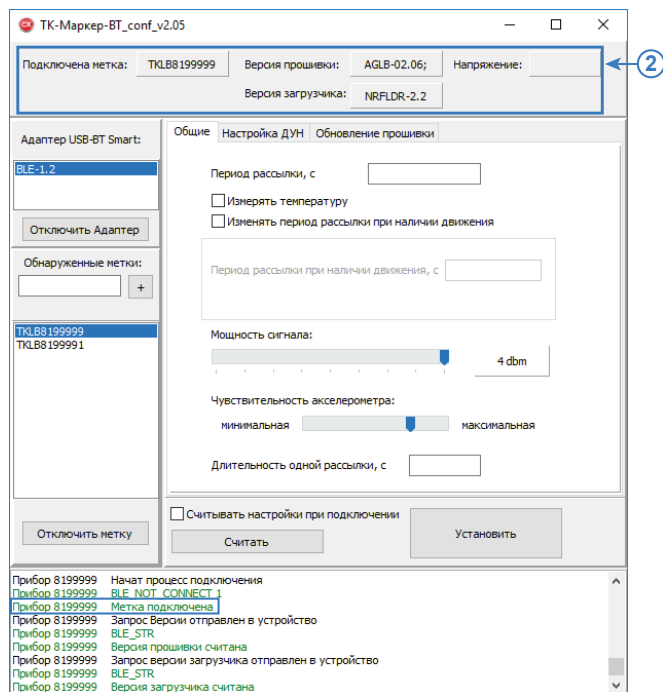

Рис.5. Подключена метка.
- после выполнения подключения в окне состояния появится сообщение «Метка подключена» (Рис.5, п.1), а в программе данные о метке (Рис.5, п.2) – ее серийный номер будет отображаться в поле «Подключена метка» (например: TKLB8100006), а также отобразятся версии прошивки и загрузчика подключенной метки.